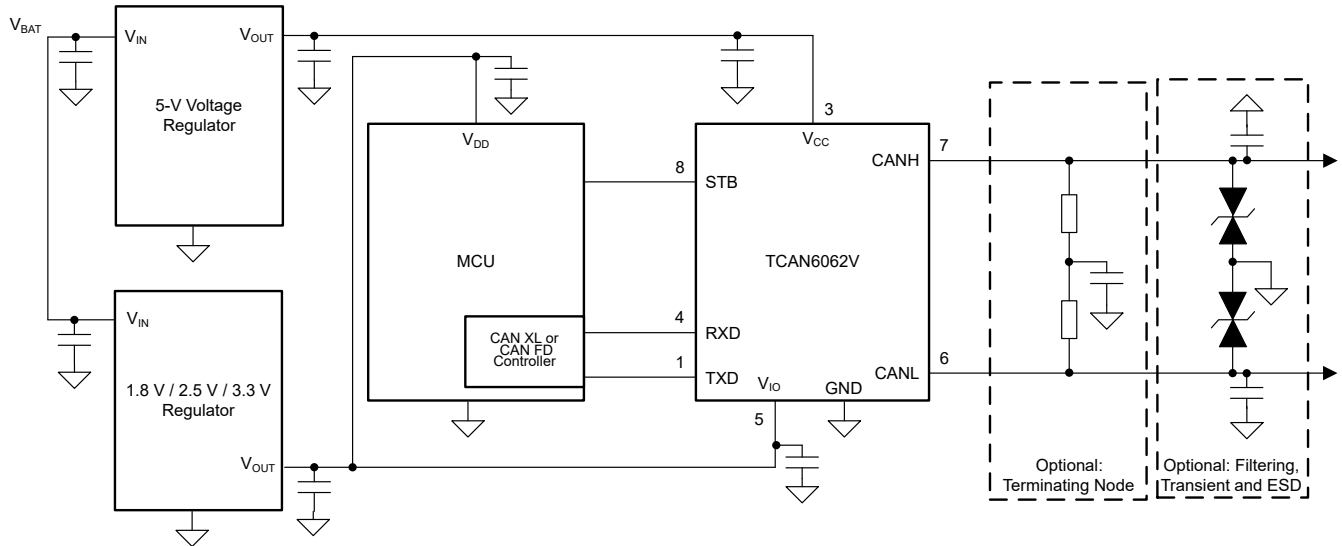

图 8-5. 使用 1.8V、2.5V、3.3V IO 连接的典型收发器应用
TCAN6062(V) CAN 收发器通常用于具有主机控制器或 FPGA (包括 CAN 协议的链路层部分) 的应用。图 8-5 显示了一个 1.8V、2.5V 或 3.3V 应用。图中显示了总线终端以方便说明。